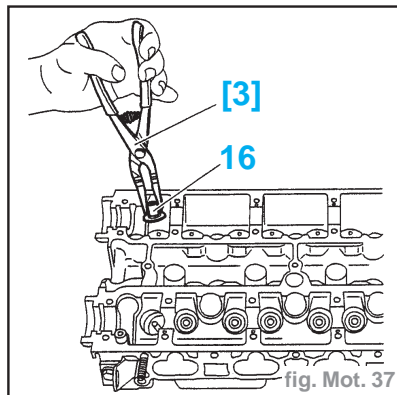

fig. Mot. 37
- Déposer les joints de queues de soupapes (16) à l'aide de l'outil [3] (réf. 0170Y à (fig. Mot. 37).